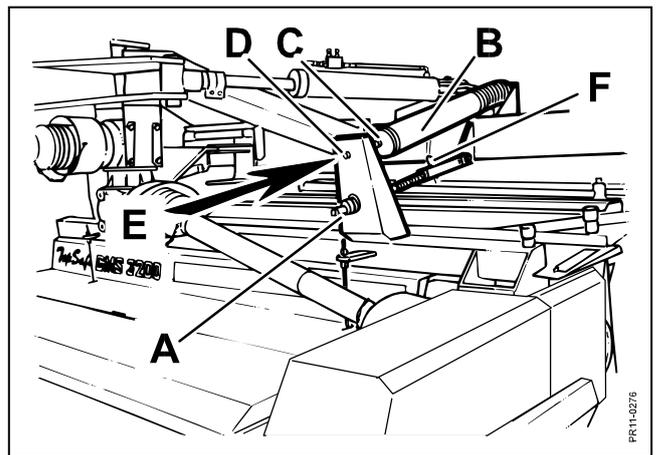

Fig. 3-14
- Fig. 3-14** Un réglage fin est obtenu en inclinant la barre de coupe avec les tiges filetées **A**. Une goupille **F** bloque la tige en rotation. **La longueur des tiges doit être la même du côté droit et gauche. C'est important pour permettre à la coupe de travailler à la position horizontale.**
- Fig. 3-14** 4) **Les ressorts B** du système **Top Safe** sont réglés pour obtenir un mouvement de la coupe (direction **E**) **sans trop de pression.**
Les ressorts ne sont pas réglés d'usine à cause du transport et après réglage, ils doivent être vérifiés **afin que la force soit la même à droite comme à gauche**. Ceci peut être vérifié, soit en mesurant la force ou en comparant la longueur des ressorts **B** (voir Fig 3-14).
- A) Desserrer un peu les ressorts horizontaux (Fig. 3-14), page 34, et resserrer un peu les ressorts verticaux (Fig. 3-12).